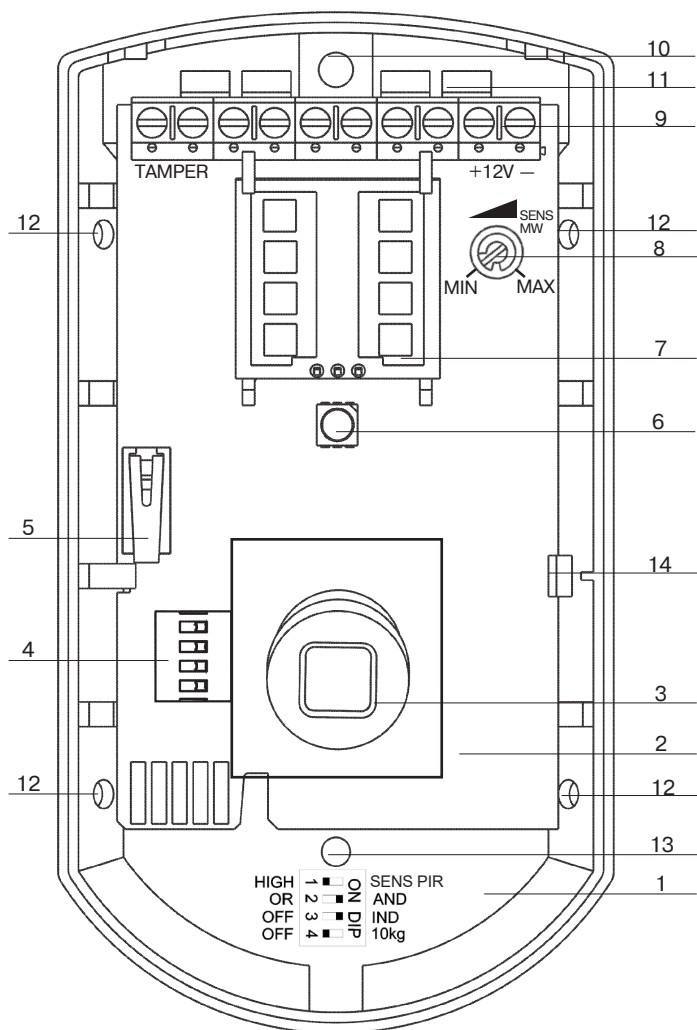

Рисунок 2 – Внешний вид извещателя со снятой крышкой
9.3 Просверлите в основании отверстия для вывода проводов (11) и отверстия для крепления извещателя к стене или для крепления извещателя в углу (см. рисунок 2).
13.1 Настройка извещателя выполняется изменением положения переключателей «1», «2», «3», «4» (См. рисунок 2 (4) и таблицу 4).